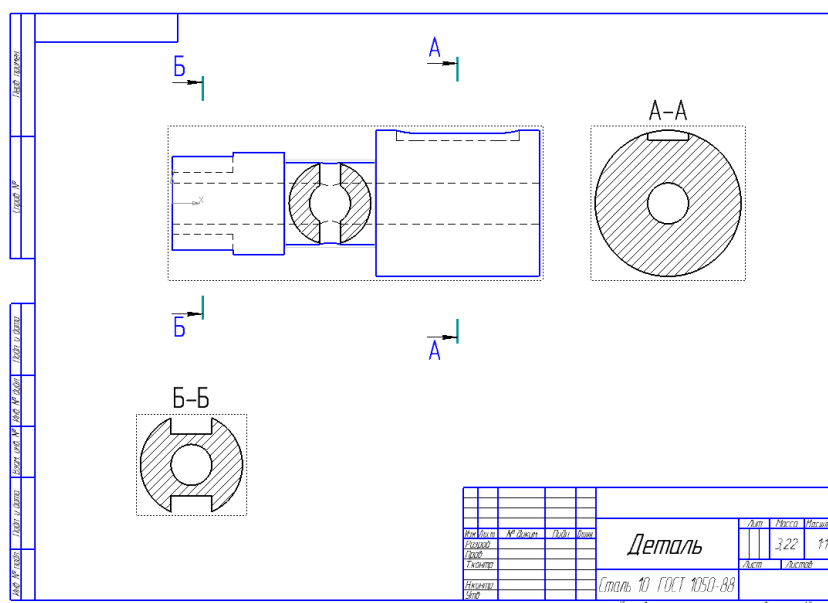

Рисунок 23.
24. Выполняется как и предыдущее сечение, за исключением расположения готового сечения – в центре сквозного отверстия на валу (рисунок 23). После размещения необходимо с помощью правой клавиши мыши – **Разрушить** обозначение сечения **В-В** и удалить обозначение с чертежа, так как при изображении симметричного накладного сечения его буквенное обозначение не указывается.